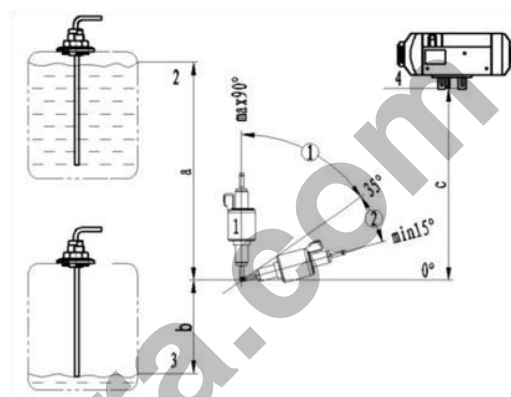

Рис. 15
4.4.1 Топливный насос должен быть установлен в автомобиле при помощи обрешиненного хомута для насоса. Выпускное отверстие топливного насоса должно быть наклонено в верхнюю сторону. Угол наклона может быть выбран в пределах 15°—35° (как показано на рис. 15). Если позволяют условия, топливопровод между топливным насосом и отопителем должен идти с постоянным подъемом вверх.
4.4.3 Перепад высот между уровнем топлива и топливным насосом, а также между топливным насосом и топливным входом отопителя может создать давление(подсос)в топливопроводе (См. рис. 15). Таким образом, эти